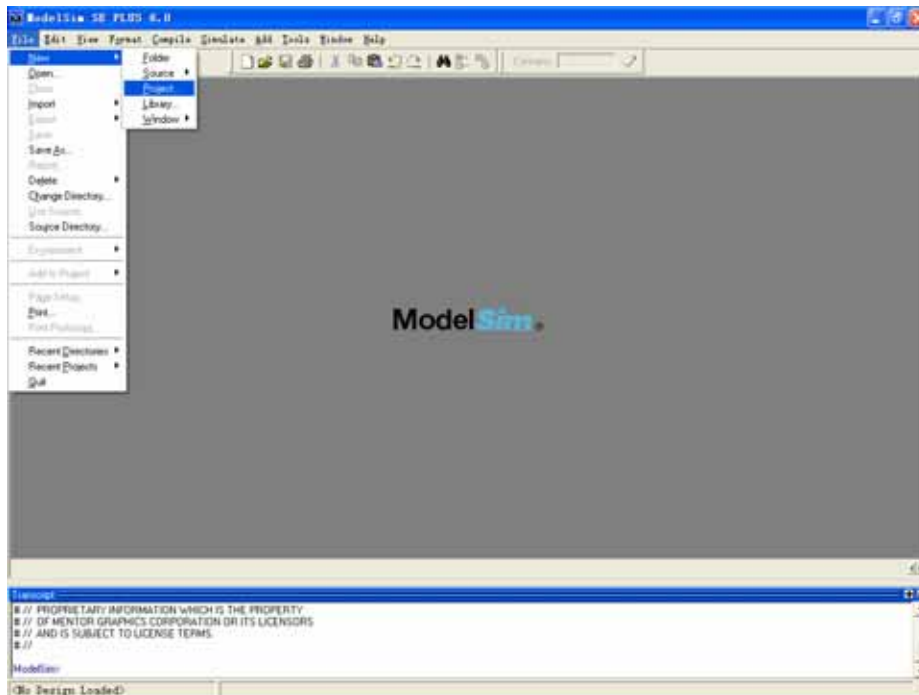

图 1 新建工程
1. 执行 File→New→Project 命令,如图 1 新建工程 所示.